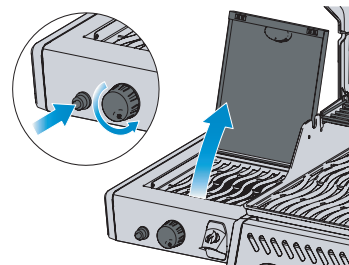

Fig. 3
4. Hvis brænderen ikke vil optændes - drej brænderkontrolknappen med uret til SLUK-positionen. Vent fem minutter. Gentag trin 2 og 3. (Fig. 3)